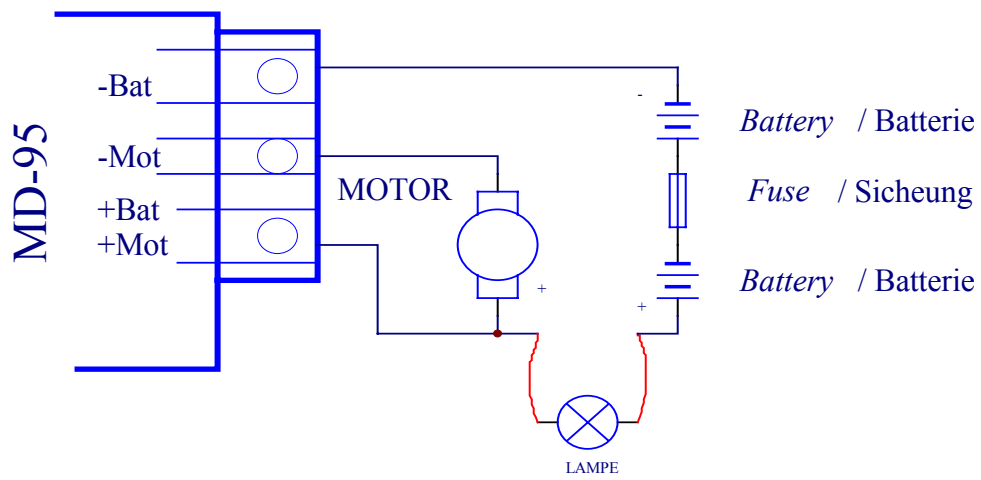

Fig. 4
*Connect a standard 220V AC (approx. 25W) lamp (light bulb) in series between controller **battery positive** and the positive terminal of the battery. Wait a few seconds (approx. 10 sec.). The lamp should glow initially then quickly fade and go out. If the lamp continues to glow, the battery must not be connected before checking to find the reason (fig. 4).*
- **Batterie Plus** in Serie mit einer gewöhnlichen 220V AC (ca 25W) Lampe an den Batterie Plus Pol anschliessen und ca. 10 Sekunden warten, bis Lampe sicher erloschen ist. Die Lampe sollte zuerst schwach leuchten und rasch erlöschen. Falls die Lampe dauernd leuchtet, darf die Batterie nicht angeschlossen werden, ohne dass nachgeprüft wird, was der Grund für das Leuchten der Lampe ist (Fig. 4).